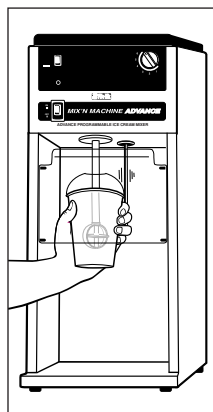

Figura 3
- **Para el modelo programable de Mix'n Machine Advance:** Coloque el interruptor ON/OFF (encendido/apagado) en la posición ON (encendido). Active un programa seleccionando la configuración deseada con el botón multifunción. Sosteniendo el vaso firmemente con la mano, pulse el botón de arranque (START), ubicado detrás del agitador, para activar un ciclo de licuado programado. Consulte la Figura 3.
- **Para el modelo con temporizador de Mix'n Machine Advance:** Coloque el interruptor ON/OFF (encendido/apagado) en la posición ON (encendido). Sosteniendo el vaso firmemente con la mano, pulse el botón de arranque (START), ubicado detrás del agitador, para activar un ciclo de licuado de duración preestablecida. Consulte la Figura 3.